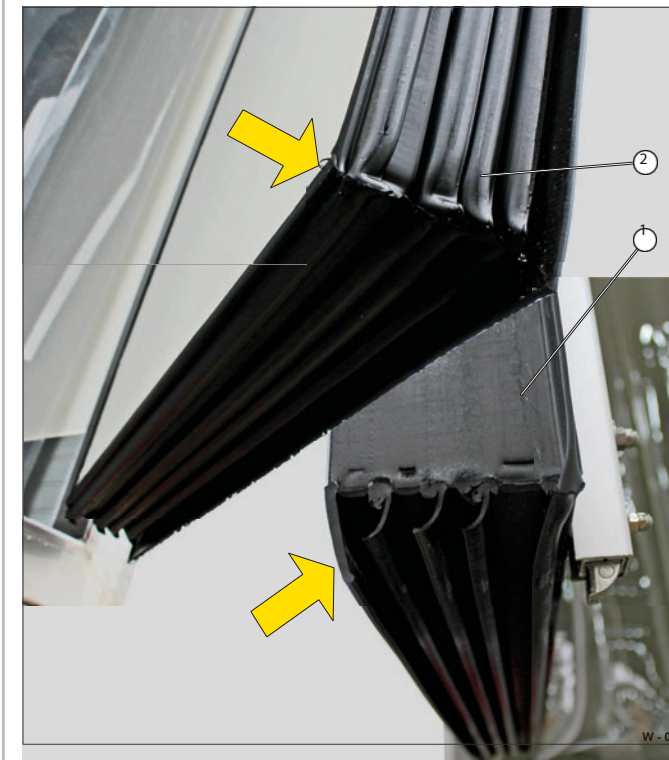

Fig. 12 Vedação da porta com 5 painéis (congelador)
- Limpar a superfície de vedação interior (Fig. 12/1) e os lábios de vedação (Fig. 12/2) a toda a volta com um pano húmido.